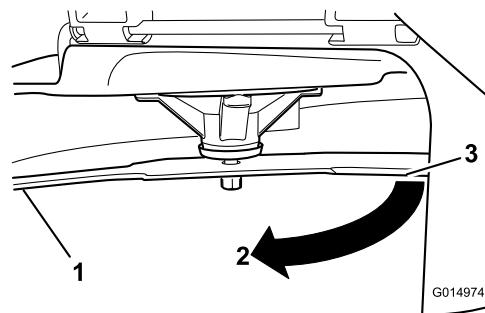

Figura 76
- 3. Distanza misurata tra la lama e la superficie (A)
4. Ruotate la stessa lama di 180 gradi in modo che il tagliente opposto si trovi ora nella stessa posizione (Figura 76).